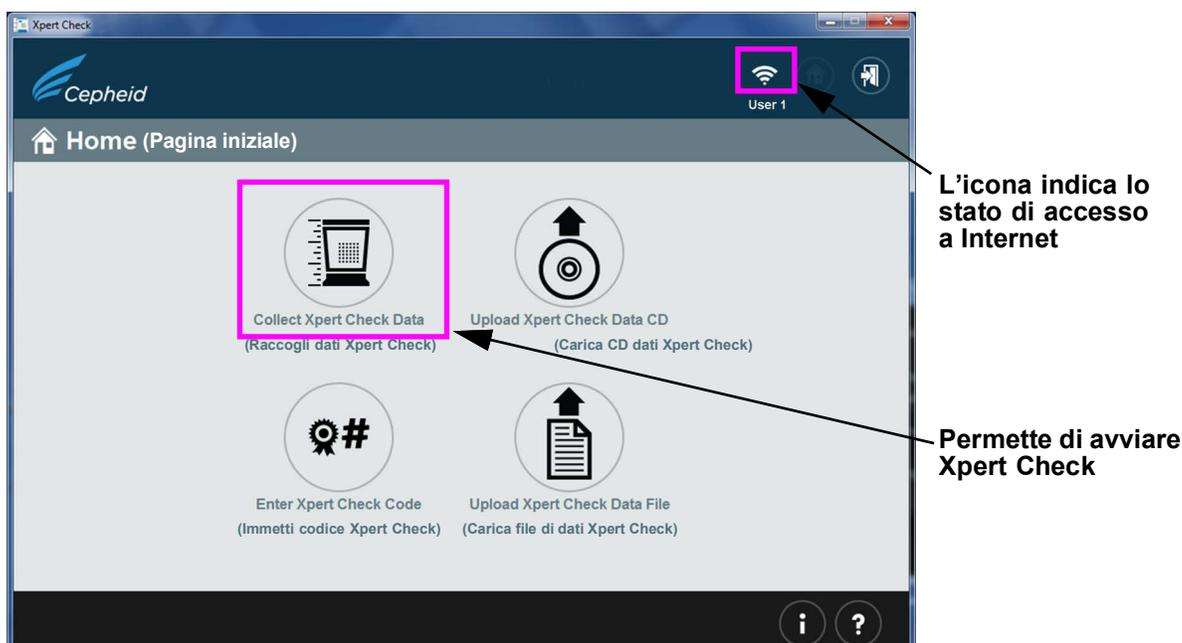

Figura 2-6. Schermata Pagina iniziale (Home)
8. Toccare o fare clic sull'icona **Raccogli dati Xpert Check (Collect Xpert Check Data)** nella schermata Pagina Iniziale (Home) (vedere la Figura 2-6). Dopo qualche secondo, verrà visualizzata la schermata Informazioni di contatto (Contact Information) (Figura 2-7).